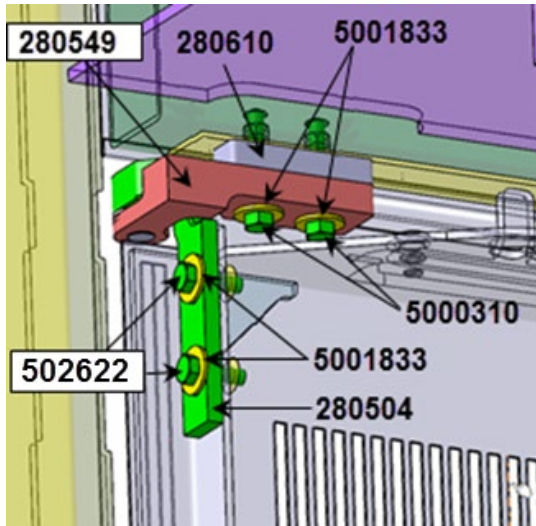

FIGURE 5: NOUVELLE PENTURE SUPÉRIEURE
4. Installer la nouvelle penture supérieure (pièces **280504**, **280549** et **280610** Figure 5) en s'assurant des points suivants :
- Utiliser des nouvelles vis M6 et rondelles (**5000310 & 5001833**) sur les points de montage supérieurs du châssis (Figure 5).
- Utiliser des nouvelles vis M6 et rondelles (**502622 & 5001833**) sur les points d'ancrage de la porte. (Figure 5).